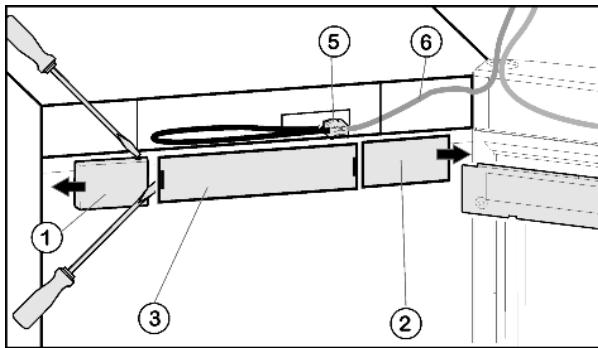

Fig. 4
- ▶ Снятие крышки со стороны ручки Fig. 4 (1): справа выведите из фиксатора при помощи плоской отвёртки и сдвиньте наружу.
- ▶ Снятие крышки со стороны шарнира Fig. 4 (2): слева выведите из фиксатора при помощи плоской отвёртки и сдвиньте наружу.
- ▶ Снимите переднюю накладку Fig. 4 (3) с помощью плоской отвертки.
- ▶ Снимите контакт и извлеките разъём Fig. 4 (5).
- ▶ Высвободите из направляющей серый кабель Fig. 4 (6).
- Снова установите разъем Fig. 4 (5).
- Снова установите крышку Fig. 4 (3).